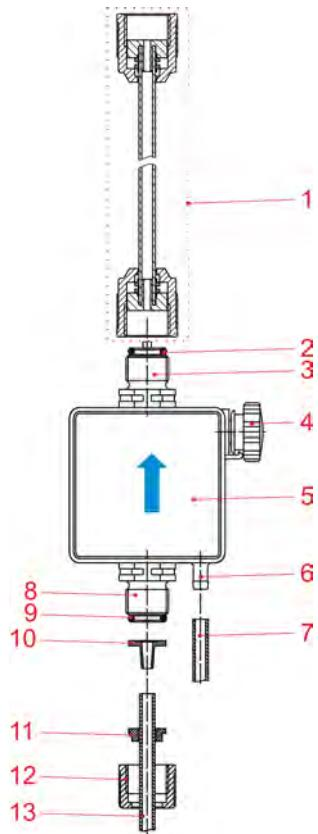

Abb. 8: Hydraulische Installation
Achten Sie darauf, das beim Anschluss der Saug- und Druckleitung die O-Ringe (Abb. 8 , Pos. 2 und Pos. 9) auf den Anschläßen montiert sind, um die notwendige Abdichtung zu erreichen.
1. ➤ O-Ring (Abb. 8 , Pos. 2) in Ventilnut legen.
4. Angefertigte Dosierleitung montieren (Abb. 8 , Pos. 1).
5. O-Ring (Abb. 8 , Pos. 2) in Ventilnut legen und Überwurfmutter festziehen.
2. Überwurfmutter (Abb. 8 , Pos. 12) und Spannteil (Abb. 8 , Pos. 11) über Schlauch schieben.
3. Überwurfmutter und Spannteil bis zum Anschlagbund auf Kegelteil (Abb. 8 , Pos. 10) stecken.
4. O-Ring (Abb. 8 , Pos. 9) in Ventilnut legen.